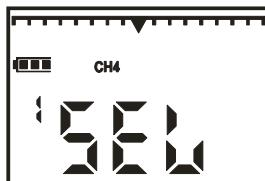

Рисунок 9.4
3) кнопкой "РЕЖИМ" выбрать необходимый газ (рисунок 9.4),  зафиксировать выбор, после чего газоанализатор выключается.